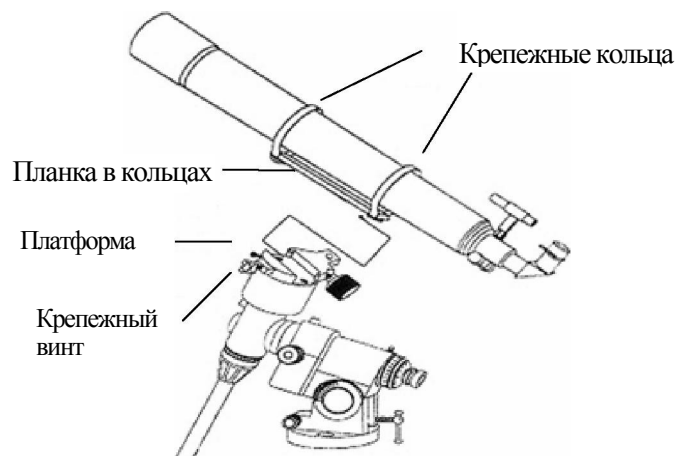

Рис. 2-9
3. Введите планку в верхнюю открытую часть разъема на монтировке (рис.2-9).